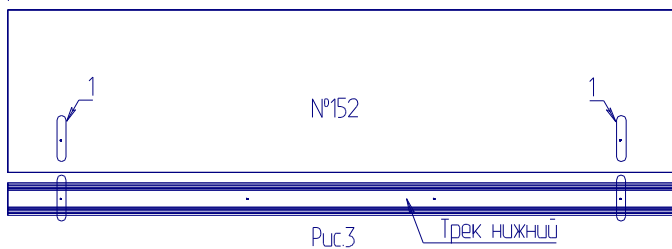

Рис.3
3. Совместить трек компл.№77 (Р) с деталью №152 по существующим отверстиям 1 (рис.3).